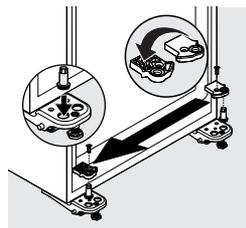

figura 6
- Instale el pasador de la bisagra inferior en el orificio izquierdo de la bisagra inferior izquierda (consulte la figura 6).
- Invierta el tope de la puerta. Vuelva a instalar el tope de la puerta en la parte superior de la bisagra inferior con el tornillo (consulte la figura 6).